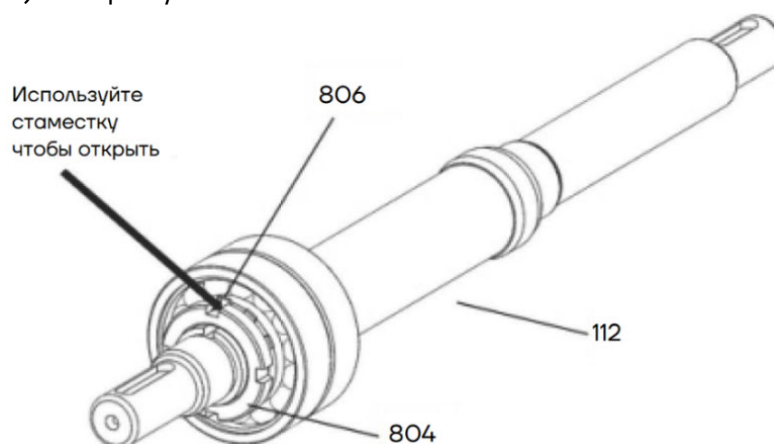

Рисунок 9
- С помощью стамески подденьте фиксатор стопорной шайбы (806) на шлицевой гайке (804). См. рисунок 9.